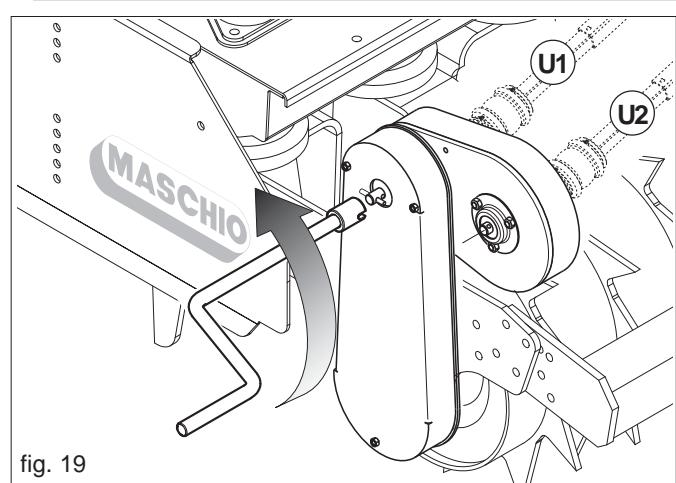

fig. 19
Für eine größere Einstellbreite der pro Hektar ausgestreuten Saatgutmenge (kg/ha) wurde ein Getriebe mit Doppelkupplung für die Antriebsachse entwickelt (U1 und U2, Abb. 19). In der Tabelle sind alle vor Säbeginn vorzunehmenden Einstellungen aufgeführt:
- Die Kardanwelle des Antriebs auf der Basis der auszustreuenden Saatgutmenge in Position U1 oder Position U2 ankuppeln (siehe Abbildung 19).
- 2) Die Kurbel in die Getriebewelle einsetzen und gegen den Uhrzeigersinn drehen, wie durch den Pfeil auf Abbildung 19 gezeigt.